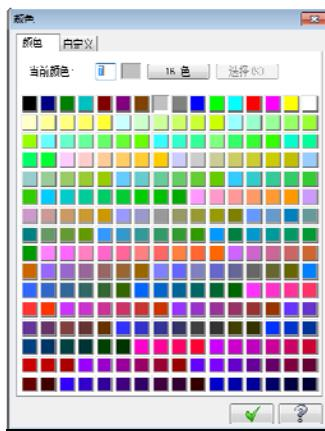
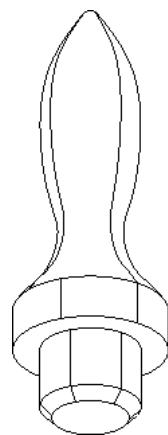

图 7-29 “颜色”对话框
图 7-30 曲面生成实体
- 05 如果单击信息提示对话框中的“是”按钮，系统弹出“颜色”对话框，如图 7-29 所示，在对话框中选择边界曲线的颜色为红色，并单击对话框中的“确定”按钮，即可将曲面转换为实体，如图 7-30 所示。